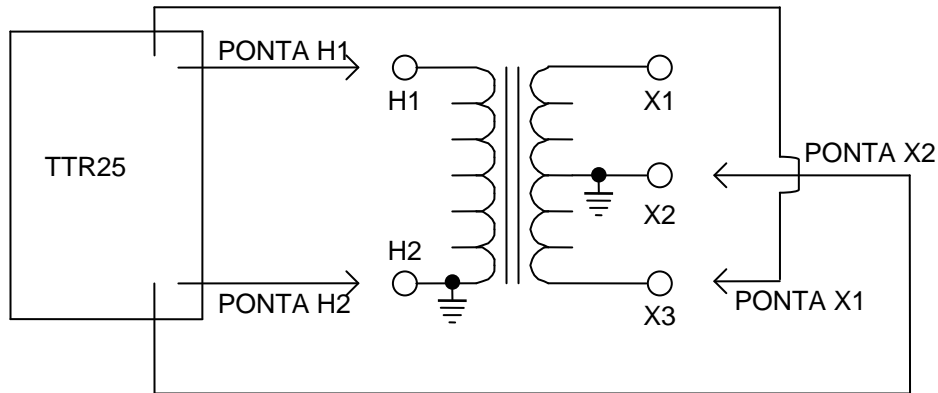

Figura 4-6 Conexões para Testar o Enrolamento X3 – X2 de Transformadores de Distribuição (H2 e X2 Aterradas)
4. Ao testar o enrolamento X3-X2, conecte a braçadeira X1 ao terminal X3 do transformador e a braçadeira X2 ao terminal X2 do transformador. A polaridade esperada nos enrolamentos é invertida (o sinal “-” aparece no início do resultado do teste de relação de espiras). *Vide Figura 4-6.*